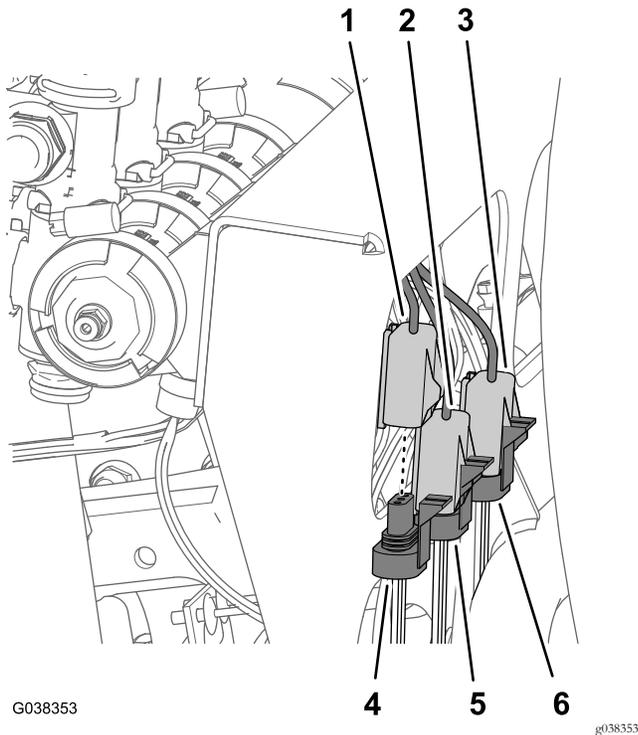

Bild 56
1. Stecken Sie den 3-Stift-Ventilkabelbaum, der mit LEFT SPRAY VALVE beschriftet ist, in den 3-Buchsen-Stecker für das linke Sprühventil (Bild 56).
2. Stecken Sie den 3-Stift-Ventilkabelbaum, der mit CENTER SPRAY VALVE beschriftet ist, in den 3-Buchsen-Stecker für das mittlere Sprühventil (Bild 56).
3. Stecken Sie den 3-Stift-Ventilkabelbaum, der mit RIGHT SPRAY VALVE beschriftet ist, in den 3-Buchsen-Stecker für das rechte Sprühventil (Bild 56).